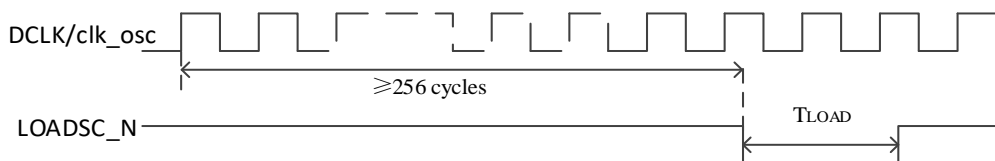

图 2-3 LOADSC_N 信号与 DCLK/clk_osc 时序图
1. LOADSC_N信号需在至少256个稳定时钟周期后，保持两个或以上时钟周期的低电平后拉高，如图 2-3所示。